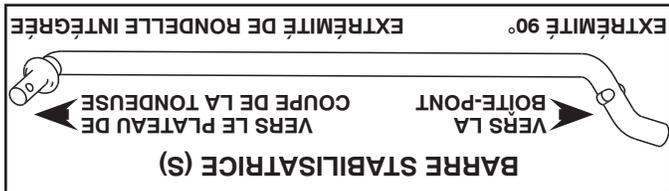

Fig. 28
5. LE CAS ÉCHÉANT, INSTALLER LA BARRE STABILISATRICE (S). (VOIR LA FIG. 28 - 30)